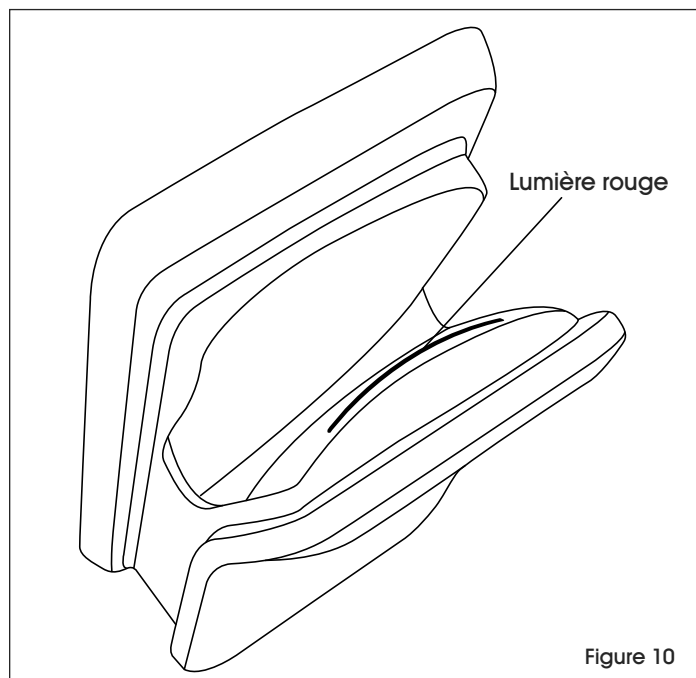

Figure 10
1. Lorsque le réservoir est plein une lumière rouge s'allume. (Voir Figure 10)